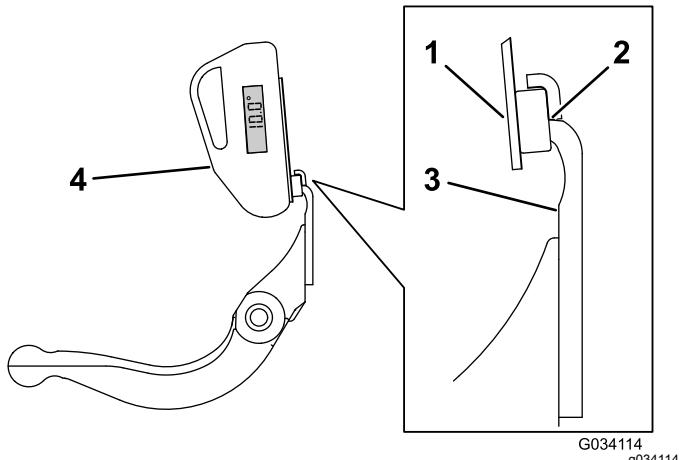

图13
3. 将角度指示器底座放在底刀边缘上以使磁体边缘与底刀边缘紧密配合图13。
- 4. 如图13所示将角度指示器放置到底座上。